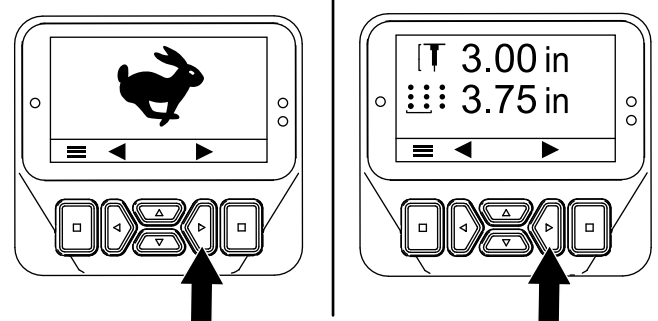
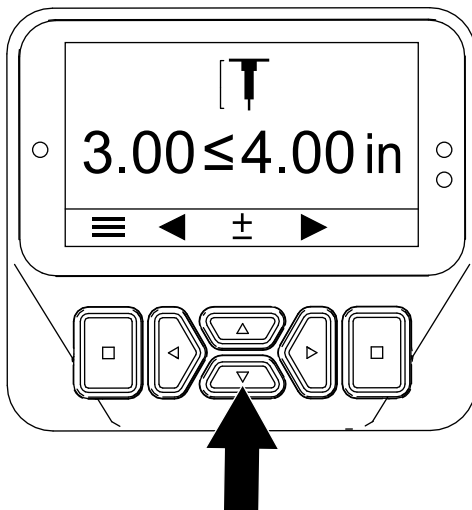

図 51
図 52
3. [穴の深さの設定] 画面が表示されるまで、右ボタンを押す(図 51と図 52)。
4. 次のように上下ボタン (図 52) を使ってタインの深さを調整する。